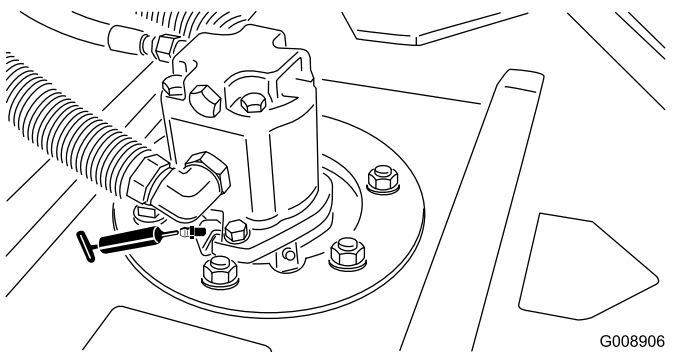

図 49
- カuttingユニットのスピンドルシャフトのベアリング各カuttingユニットに2ヶ所(図 49)